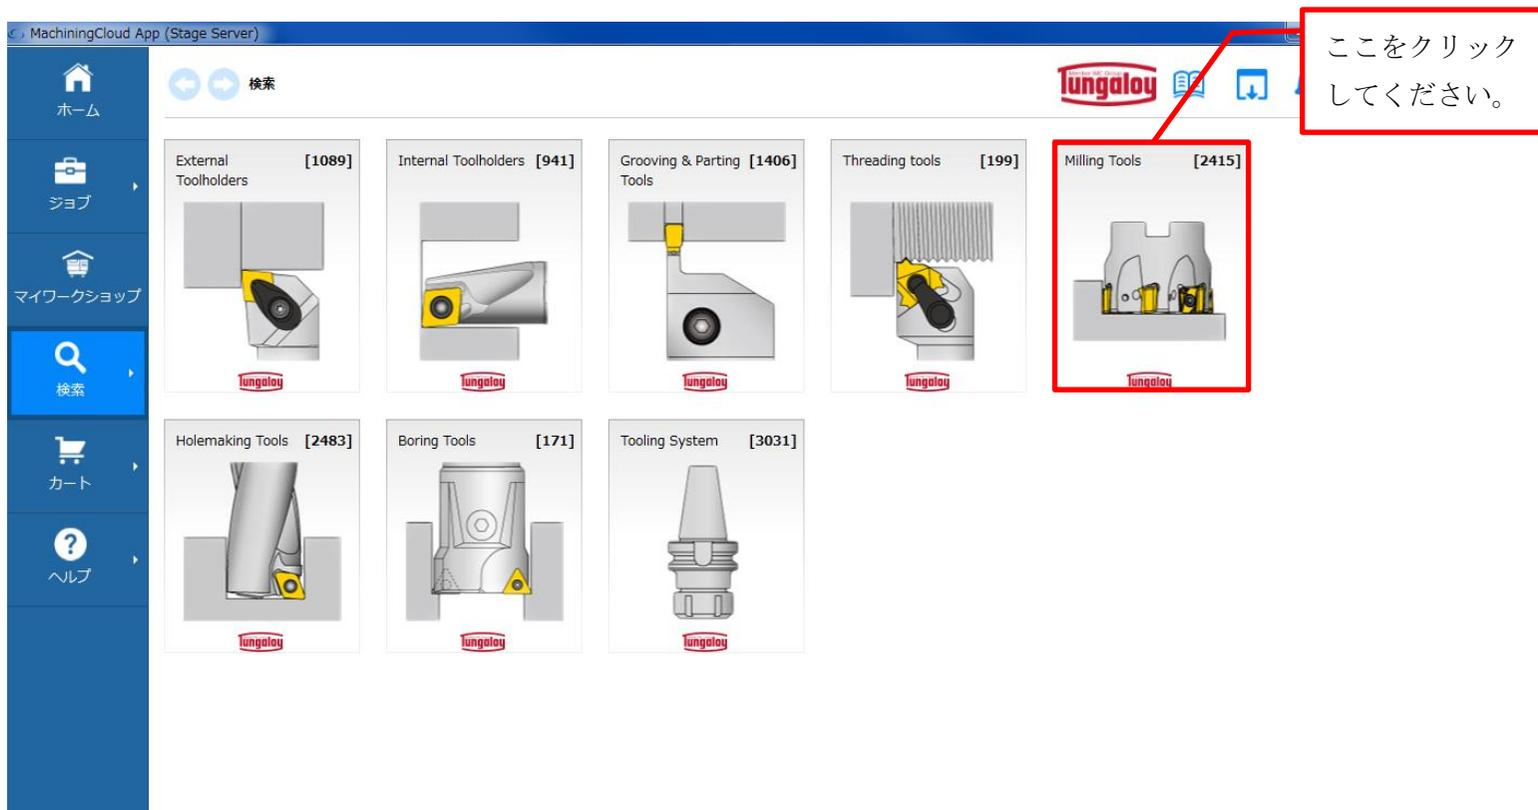

図 18 メインアプリケーション画面
(3) メインアプリケーション画面 (図 18) が表示されます。その中の「Milling Tools」をクリックしてください。